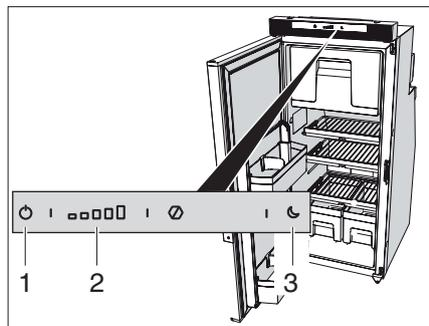

Fig. 89 Boutons de commande à l'intérieur du réfrigérateur
- ▶ Appuyer sur la touche Marche/Arrêt (Fig. 89,1) et la maintenir enfoncée pendant quelques secondes.
- ▶ Appuyer sur les symboles de la touche de réglage de température Réfrigérateur (Fig. 89,2) ou bien faire coulisser pour choisir le niveau de refroidissement souhaité.